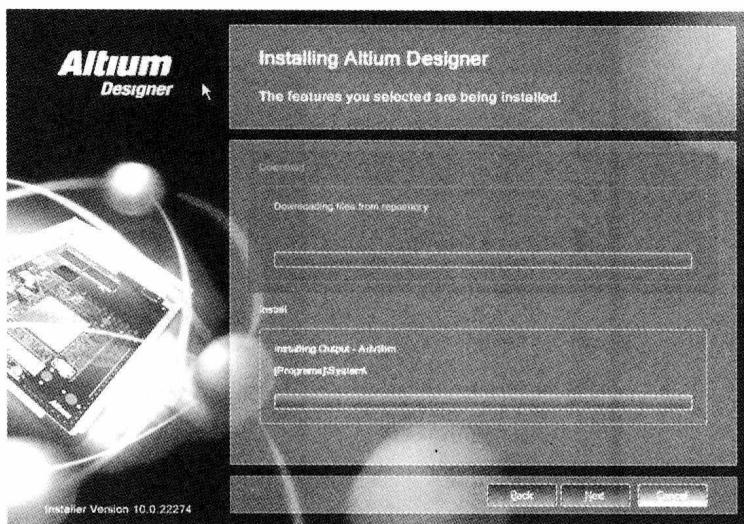

图 1-7 安装进度界面
**步骤 08** 单击 Next 按钮，打开安装进度界面，如图 1-7 所示。